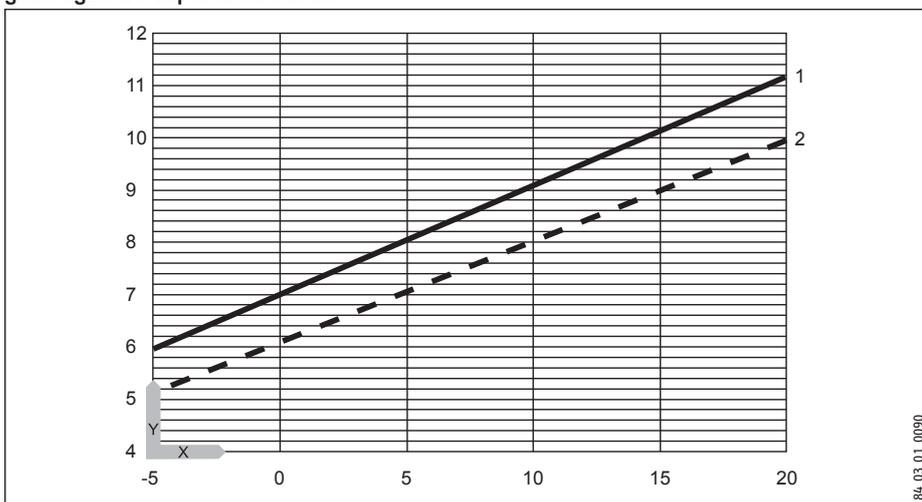

Fig. 14b
- ▶ Compruebe el ajuste final en modo de agua potable y adapte el ajuste, si fuera preciso (consulte la Fig. 14b).